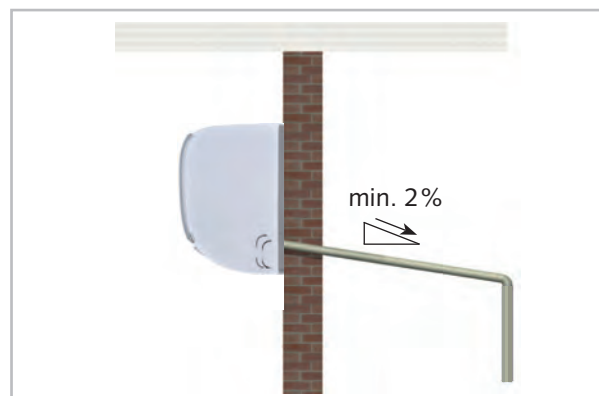

Fig. 40: Raccord pour condensat de l'unité intérieure
- La conduite pour condensat côté client doit être installée avec une pente d'au moins 2 % (Voir la Fig. 40). Au besoin, prévoyez une isolation hermétique à la diffusion de vapeur.